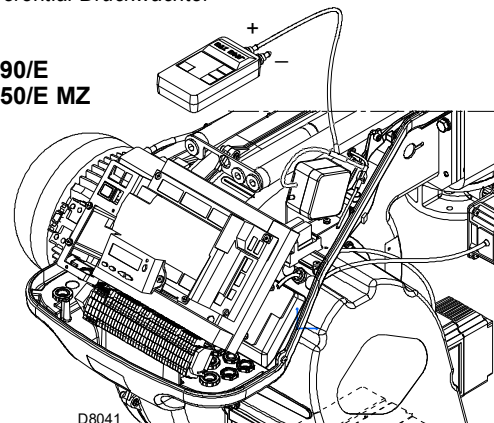

Abb. 28
- Regeln Sie den Luftdruckwächter (Abb. 28 auf Seite 33) auf den Skalenanfang.
Die Einstellung des Luftdruckwächter (Abb. 28) nach Durchführung aller anderen Einstellungen des Brenners mit auf erster Stufe eingestelltem Luftdruckwächter ausführen.
Der Anschluss des Druckmessers ist in Abb. 28 angeführt.
In diesem Fall ist es notwendig, den Druckwächter differential anzuschließen, indem eine zweite Leitung zwischen Luftdruckwächter und Saugleitungsöffnung des Gebläses angebracht wird. Dann muss auch der Druckmesser differential angeschlossen werden, d.h. wie in Abb. 28 gezeigt.